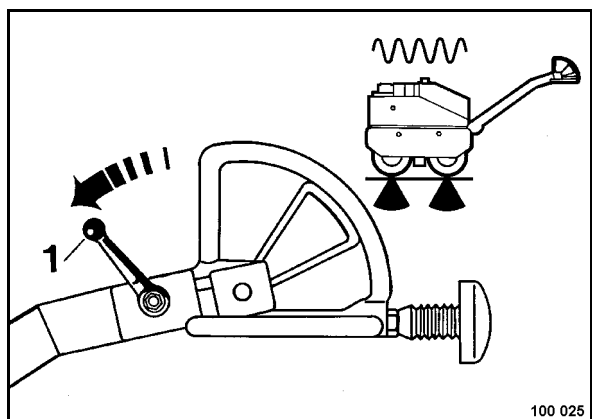

Рис. 42
- Установить рычаг вибрации (1) (Рис. 42) вперед, вибрация включена.